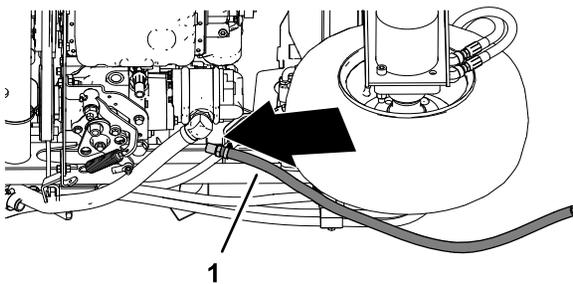

Figura 48
1. Na parte inferior da máquina, alinhe o tubo de retorno do refrigerador do óleo com o canal da estrutura direita, como se mostra na Figura 48.